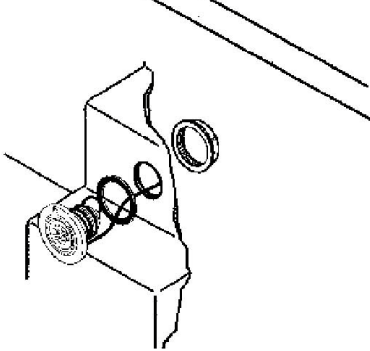

Fig. 4
4. Colocar a porca de 2" polegadas pela parte posterior do tanque do SPAS, roscando a porca ao corpo do projetor (Fig. 4).